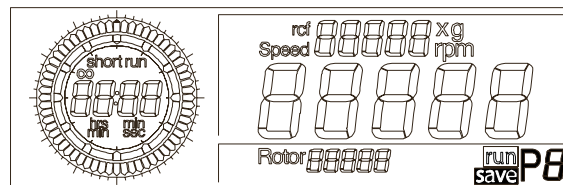

Abb. 5.15: Speichern von Programmen; hier Programmnummer 8
- Drehen Sie den linken Drehknopf, bis im Anzeigenfeld "save" erscheint (siehe Abb. 5.15).